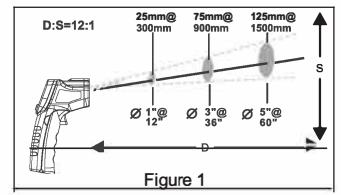

Figure 1
- При проведении измерений обратите внимание на зависимость расстояния и размера пятна измерения. Отношение расстояния до объекта (D), к диаметру пятна измерения (S) равно 12:1 (Рис. 1)